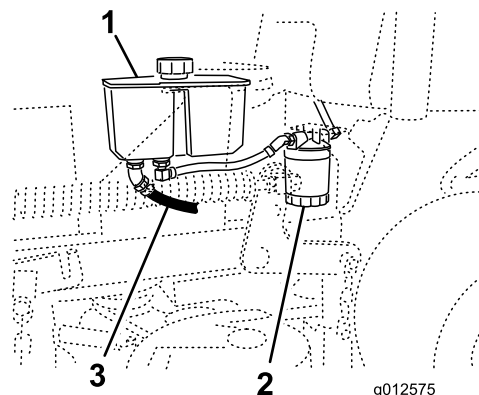

Figura 72
- Localice el manguito hidráulico delantero, debajo del depósito de aceite, y coloque un recipiente debajo del depósito (Figura 72).